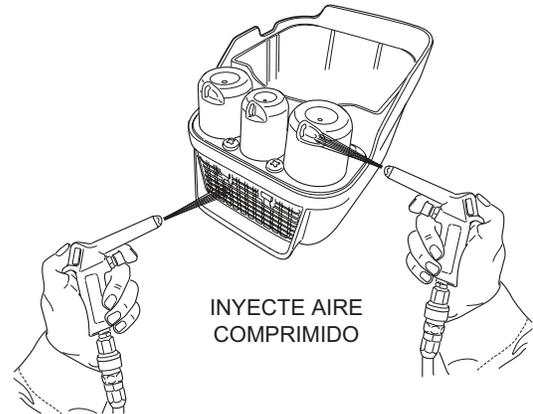
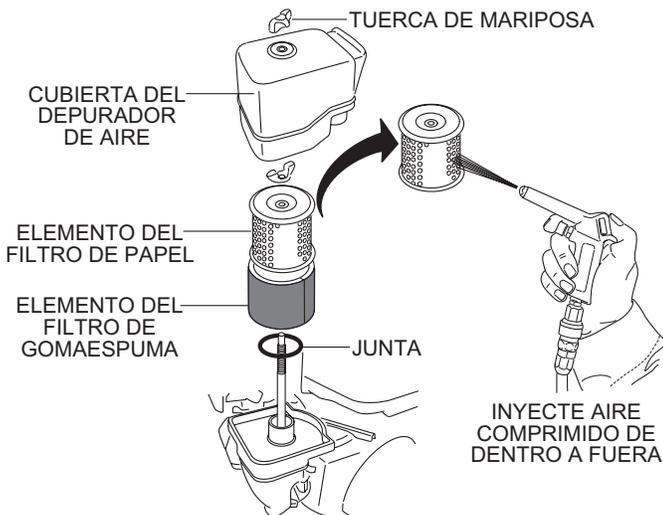

Figura 27. Cubierta del filtro de aire del motor
Figura 26. Filtro del aire del motor
El motor GX200UT2SCM de Honda está equipado con un elemento de depurador de aire de papel de alta densidad reemplazable. Vea en la (Figura 26) los componentes del depurador de aire.
2. Inyecte aire comprimido (Figura 27) por la cubierta del depurador de aire según se muestra en (Figura 26). Limpie el interior de la cubierta del filtro de aire con agua jabonosa templada o disolvente ininflamable. Enjuague y seque por completo.